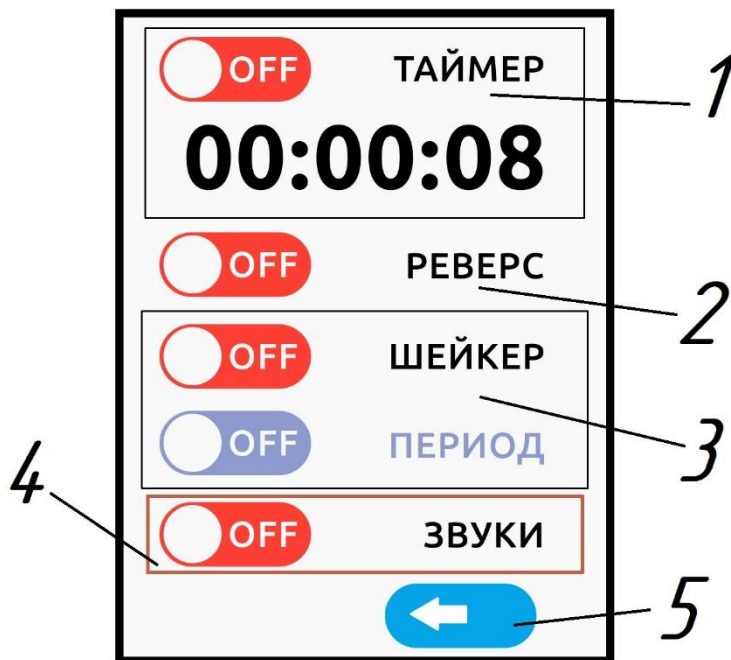

Рис. 3 Меню прибора
9.3.2 Для входа в меню прибора (Рис.3) необходимо нажать на ручку валкодера 4 рис. 1 с удержанием её 3 секунды;
9.3.3 Для отключения системных звуков прибора необходимо перевести движок 4 рис. 3 из позиции  в позицию ;
9.3.4 Для выхода из меню прибора (Рис.3) необходимо нажать на ручку валкодера 4 рис. 1 с удержанием её 3 секунды или после бездействия прибор через 15 секунд самостоятельно выйдет из меню с установленными настройками.
9.4.2 С помощью ручки валкодера 4 рис. 1 перевести движок 1 рис. 3 из позиции  в позицию .
9.4.8 Для выключения таймера необходимо перевести движок 1 рис. 3 из позиции  в позицию .
9.5.1 Для изменения направления вращения вала прибора необходимо с помощью ручки валкодера 4 рис. 1 перевести движок 2 рис. 3 из позиции  в позицию .
9.6.2 Для запуска данной опции необходимо войти в «Меню» с помощью ручки валкодера 4 рис. 1 и перевести движок «Шейкер» в окне 3 рис. 3 из позиции  в позицию .
9.6.4 Данная опция включает в себя вращательное движение влево-вправо с заданным периодом (не более 10 секунд). Для включения данной опции необходимо выбрать с помощью ручки валкодера 4 рис. 1. войти в «Меню», перевести движок «Шейкер» в окне 3 рис. 3 из позиции  в позицию . Далее в том же окне установить период вращения вала, от 1 до 10 секунд, выйти из «Меню» и запустить вращение с помощью нажатия ручки валкодера 4 рис. 1.